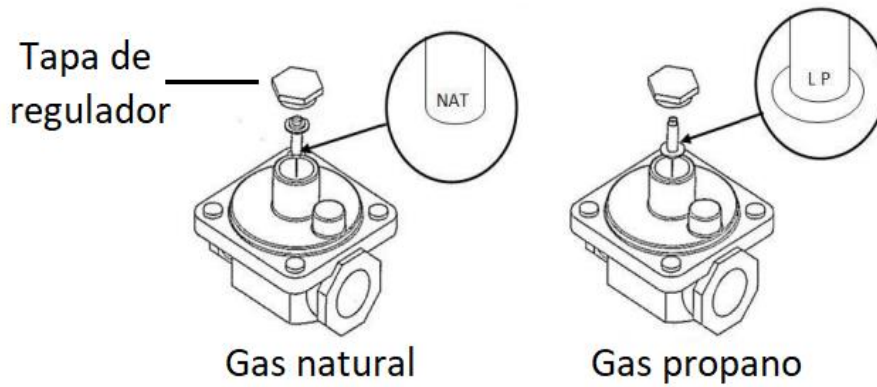

Fig. 7
9. Ajuste el regulador de gas al tipo de gas deseado, gire la tapa del regulador para retirarla, coloque el tapón interno al tipo de gas deseado; el indicador de gas requerido debe quedar hacia el cuerpo del regulador; coloque nuevamente la tapa del regulador (Fig.7).